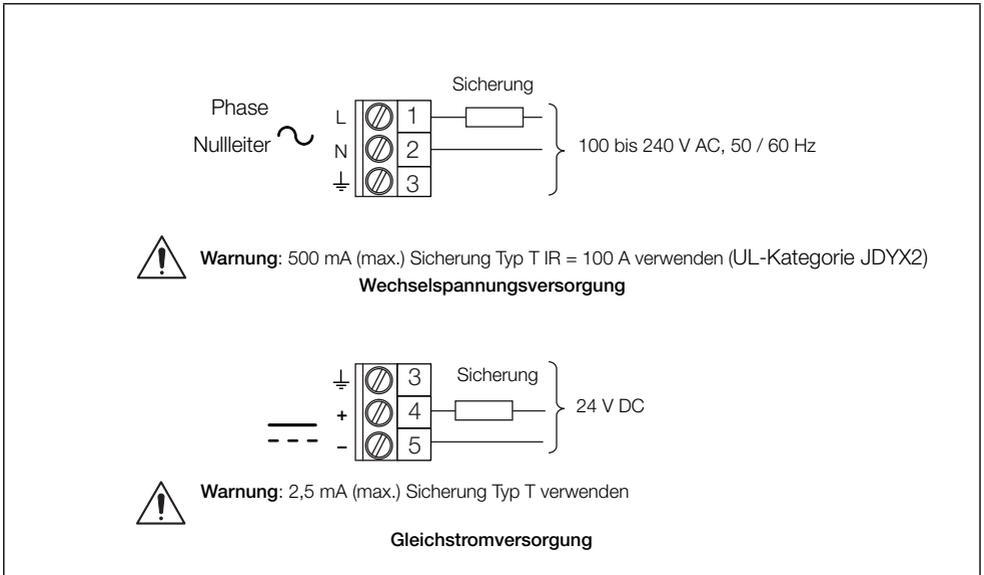

Abb. 4.7 Anschlüsse Spannungsversorgung
- Da der Bildschirmschreiber nicht mit einem Schalter ausgestattet ist, muss bei der Endmontage eine Trennvorrichtung, wie z. B. ein Trennschalter, installiert werden, die den örtlichen Sicherheitsstandards entspricht. Diese Trennvorrichtung muss in unmittelbarer Nähe des Bildschirmschreibers und in Reichweite des Bedieners angebracht werden. Außerdem muss sie deutlich als Trennvorrichtung für den Bildschirmschreiber gekennzeichnet sein. Eine Sicherung muss in Übereinstimmung mit Abb. 4.7 auf Seite 19 eingebaut werden.